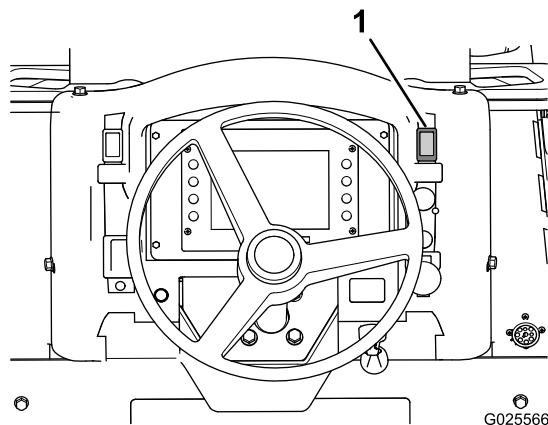

Figura 39
1. Mueva el interruptor del freno de estacionamiento (Figura 39) hacia arriba para poner el freno de estacionamiento.